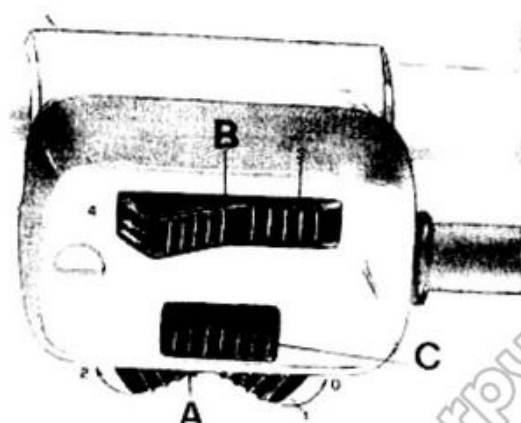

Fig. 148
- **posizione «2»:** macchina pronta per l'avviamento o macchina in marcia. Tutti i comandi sono inseriti. Per la marcia diurna non occorre nessuna altra manovra; per la marcia notturna è necessario azionare le leve (A e B) dell'interruttore - commutatore e pulsante per avvisatore acustico (vedere fig. 148).
(vedere fig. 148)